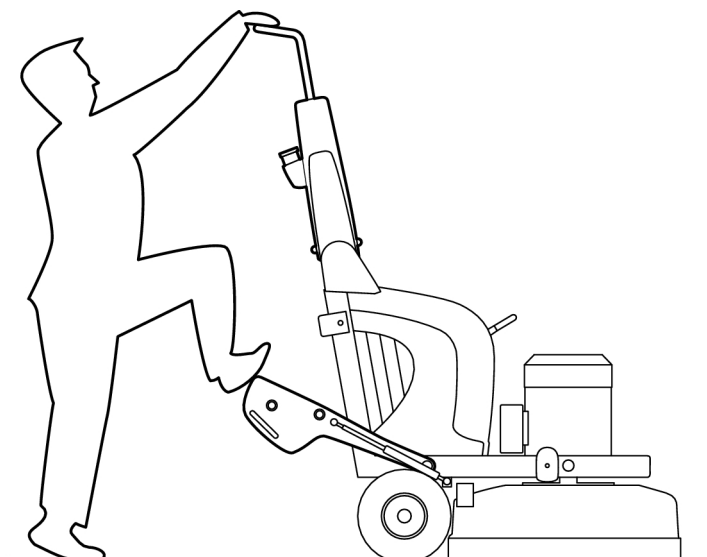

Bild 4-8. Fot på vikt
2. Fäll vikterna bakåt och sätt ena foten mot en av vikterna, se Bild 4-8, sidan 20.